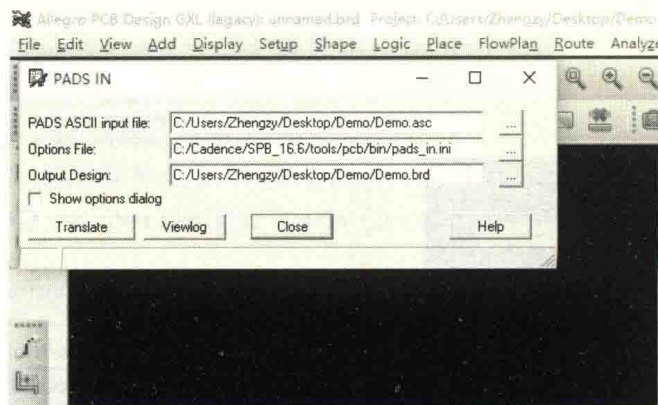

图 11-93 转换加载及设置
- (1) 把 Altium Designer PCB 转换成 PADS PCB，并且导出 5.0 版本的 ASC 文件。
- (2) 打开 Allegro PCB Editor，执行菜单命令“Import-CAD Translators-PADS”，进入如图 11-93 所示的导入界面。
- (3) 在导入界面中，导入所需要的“Demo.asc”，加载“pads\_in.ini”插件，并设置好输出路径。